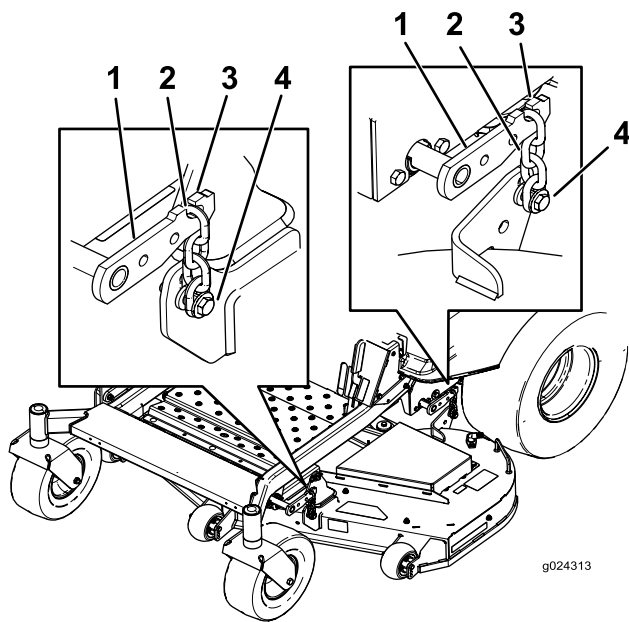

Bild 72
5. Lösen Sie die Einstellschrauben an allen vier Ecken, sodass das Mähwerk sicher auf allen vier Blöcken sitzt (Bild 72).
- Stellen Sie sicher, dass alle vier Ketten gespannt sind (Bild 72).
- Ziehen Sie die vier Einstellschrauben an (Bild 72).